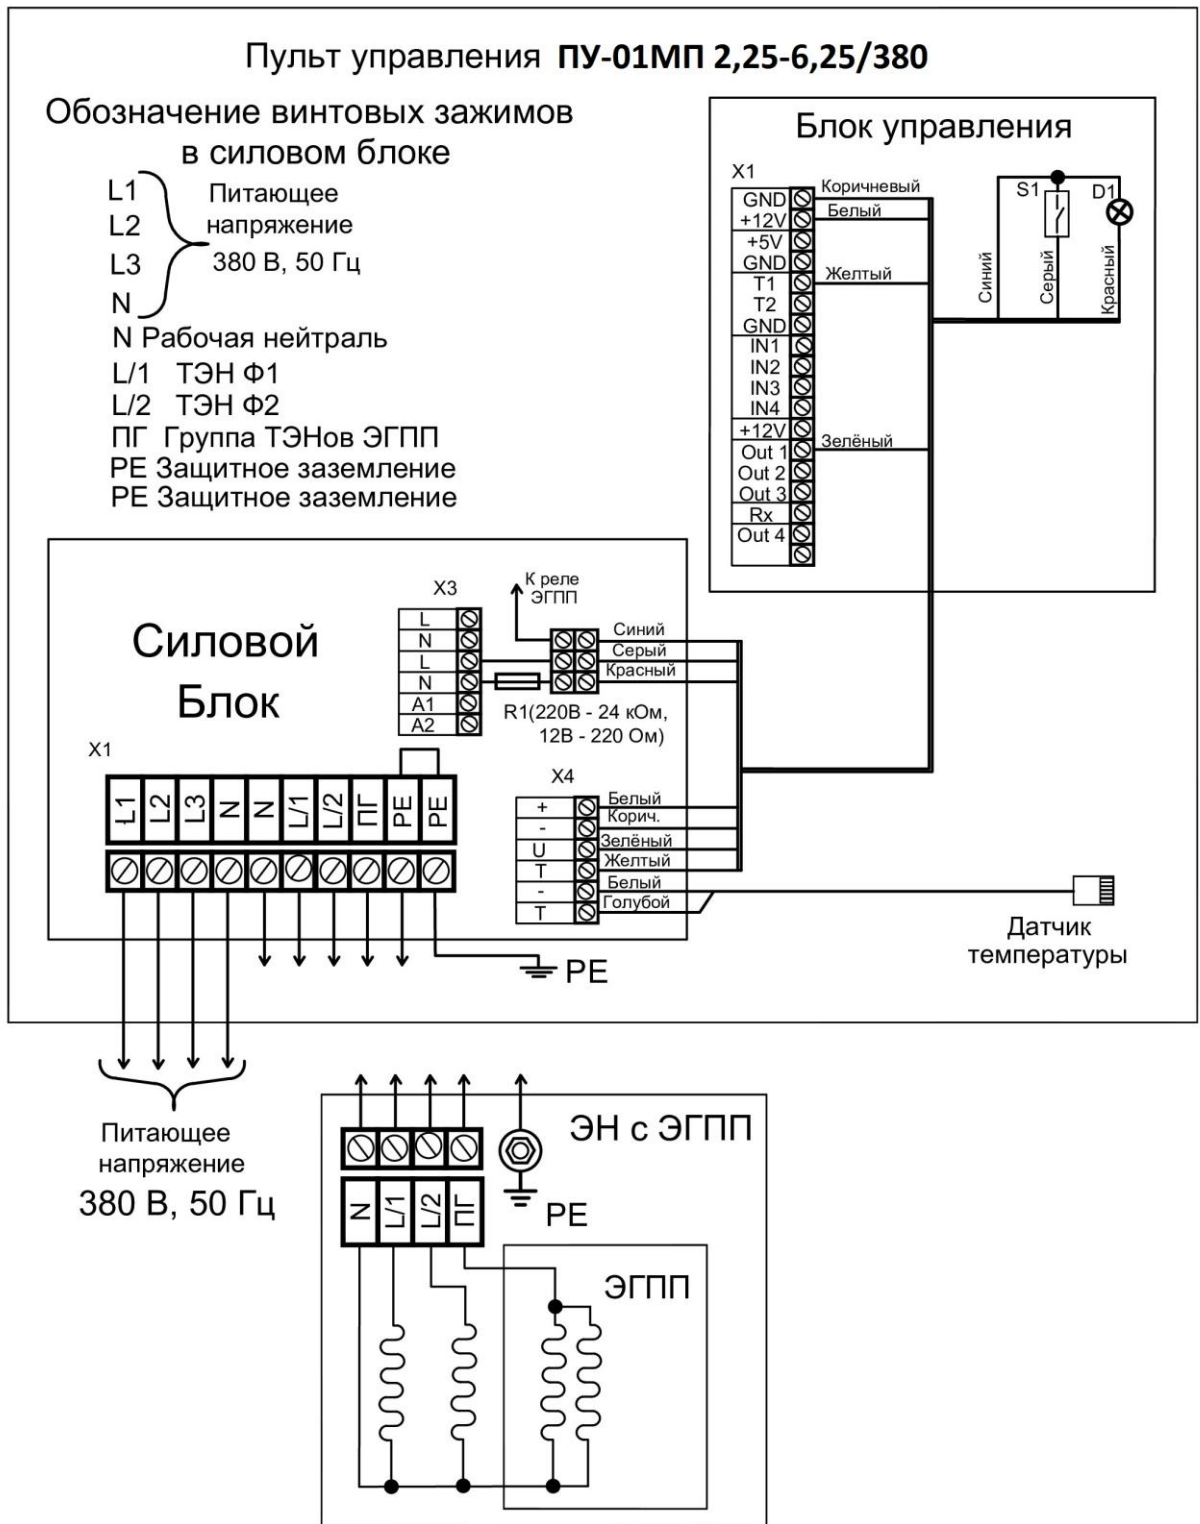

Рис.7
2.2.2.2 Включить ПУ (рис.7) нажав кнопку . После включения на дисплее ПУ отображаются следующие параметры: